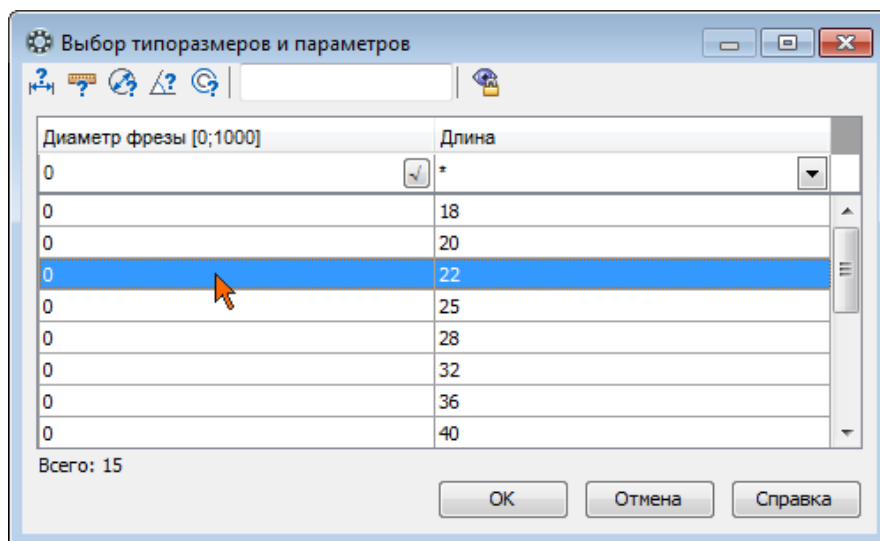

Рисунок 27
- В списке Выбор типоразмеров и параметров выполните двойной щелчок на значении длины паза 22 мм (рис. 27).